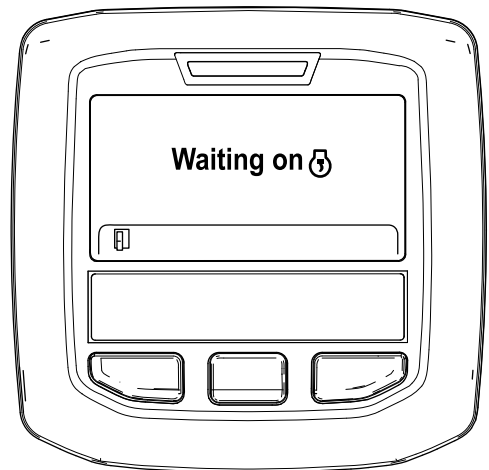

Bild 45
- B. Die Meldung „Waiting on ⚙️“ wird angezeigt (Bild 45).